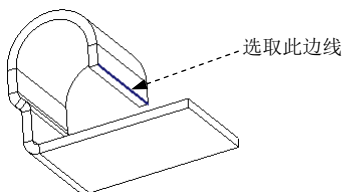
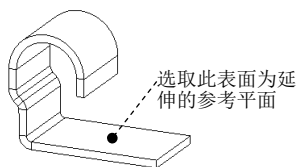

图 11.4.75 定义要延伸的边
图 11.4.76 定义延伸的参考平面
Step2. 选取要延伸的边。选取图 11.4.75 所示的模型边线作为要延伸的边。
(1) 在系统弹出的“延伸”操控板中单击“将壁延伸到参考平面”按钮 。
(2) 在系统  选择一个平面作为延伸的参考平面。的提示下，选取图 11.4.76 所示的钣金表面为延伸的终止平面。